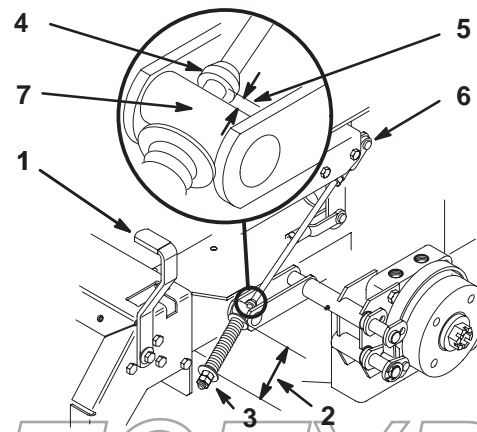

Figure 59
2. Mesurez la longueur du ressort. Les rondelles doivent être distantes de 70 mm (Fig. 59).
3. Si un réglage est requis, desserrez l'écrou de blocage situé sous le ressort et serrez l'écrou directement au-dessous de la chape (Fig. 59). Vissez l'écrou jusqu'à ce que le ressort ait la longueur voulue. Serrez les deux écrous ensemble et répétez la procédure de l'autre côté de la machine.
6. Mesurez la distance entre le galet de tourillon et le collier sur la tige de frein. Elle doit être comprise entre 5 et 7 mm (Fig. 59).
7. Si un réglage est requis, desserrez l'écrou de blocage situé juste au-dessous de la chape. Tournez les écrous de réglage inférieurs jusqu'à obtention de l'écart voulu (Fig. 59). Serrez l'écrou de blocage sur la chape.